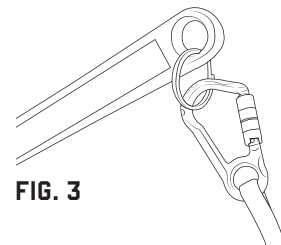

FIG. 3
3. Ajoutez une longe pour outil afin de finaliser votre système d'attache (Fig. 3).